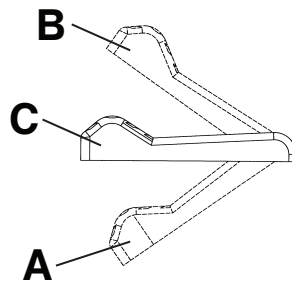

Figura 1 – Pedal de freno
Para aplicar los frenos, empuje hacia abajo el pedal de freno/dirección (A) (Figura 1). Empuje el producto para asegurarse de que los frenos funcionan.